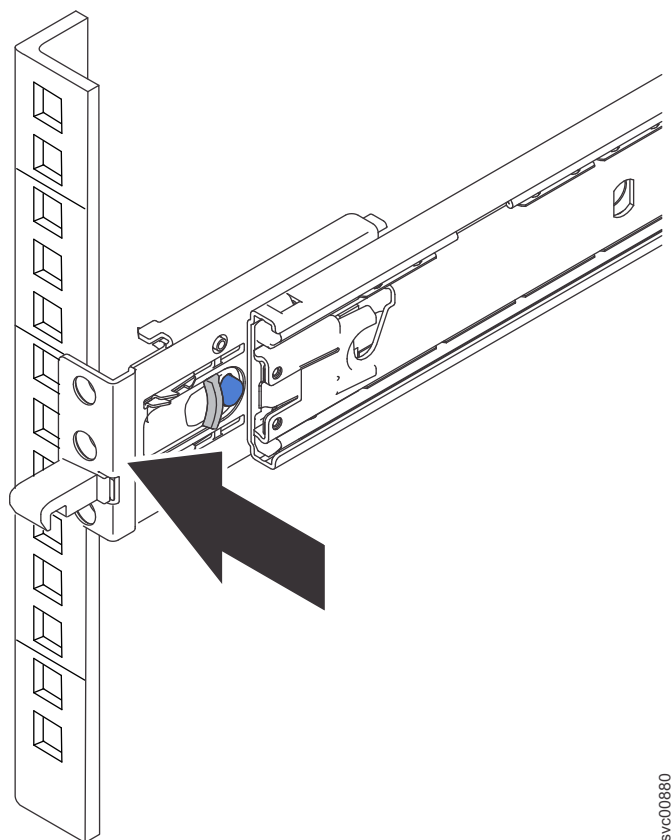

図 48. スライド・レールの前面をラックの前面に合わせる
5. 65 ページの図 48 に示すように、スライド・レールの前部の位置を合わせます。